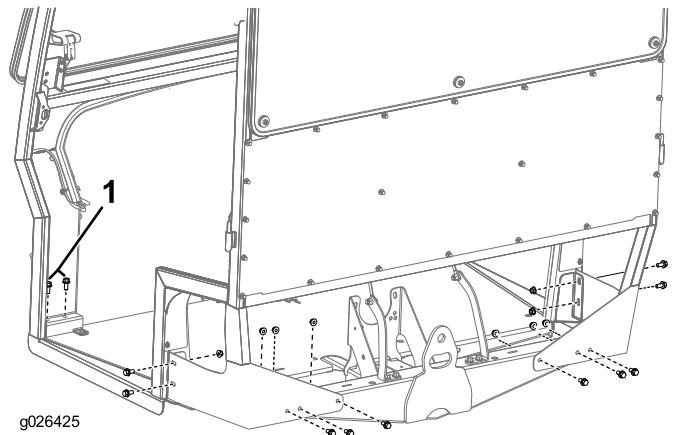

Рисунок 6
- Закрепите раму на машине, используя 10 болтов (3/8 x 3/4 дюйма), 10 гаек (3/8 дюйма) и 4 болта (3/8 x 7/8 дюйма), как показано на Рисунок 6.